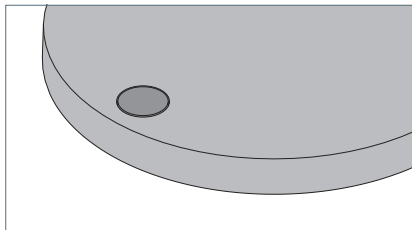

Fig. 8: Taste.
- Drücken Sie die Taste kurz, siehe Fig. 8.
- Drücken Sie die Taste und halten Sie die Taste gedrückt, siehe Fig. 8.
- ▶ Drücken Sie die Taste und halten Sie die Taste zehn Sekunden gedrückt, bis die Leuchte beginnt, in regelmäßigen Abständen aufzuleuchten, siehe Fig. 8. Die Leuchte befindet sich im Programmiermodus. Das Aufleuchten zeigt an, nach wie vielen Stunden die Leuchte ausschaltet oder ob die Abschaltautomatik deaktiviert ist.